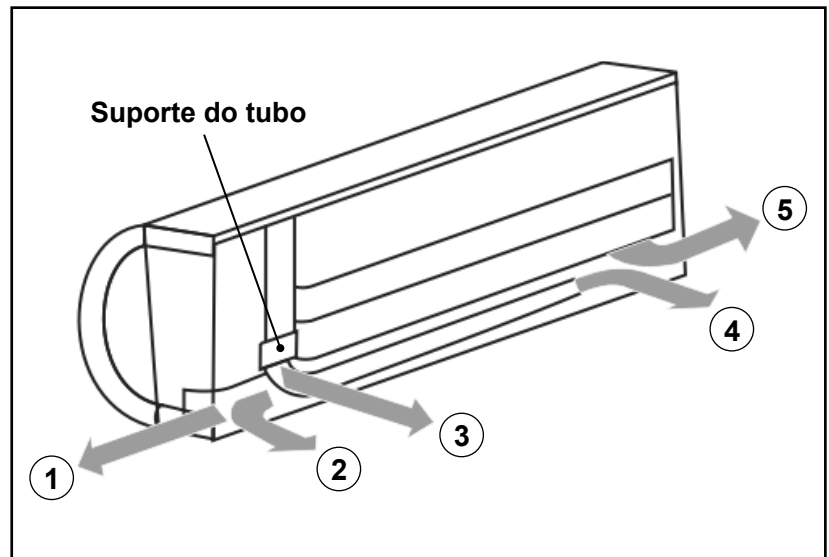

FIGURA 18 - TUBULAÇÕES
- * A tubulação pode ser conectada em qualquer uma das direções indicadas na figura 18: